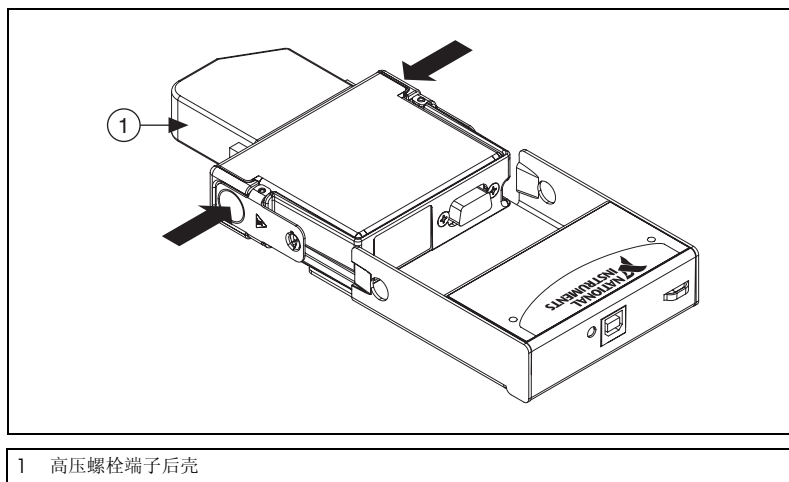

图 3 模块安装
NI 9481 模块和 NI USB-9162 外盒均为独立包装。请参照图 3 完成下列安装步骤：
3. 如图 3 所示，对齐 I/O 模块和外盒。